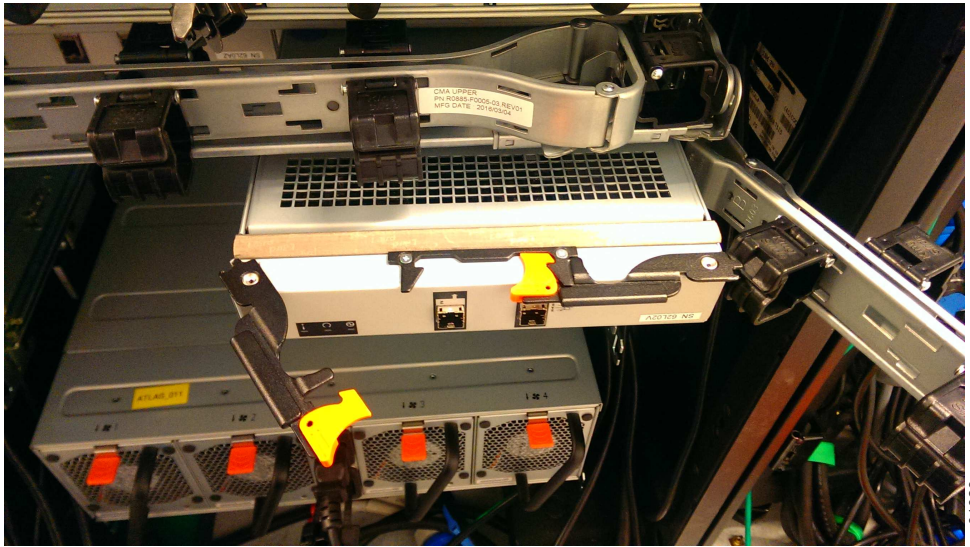

Figure 63. Installation de la cartouche d'extension
1. Débranchez le coude du bras inférieur de routage des câbles pour l'écarter, comme indiqué dans la figure 63, à la page 72.
4. Lorsque la cartouche d'extension est complètement insérée, faites pivoter chaque poignée vers l'intérieur pour la verrouiller en position, comme indiqué dans la figure 63.